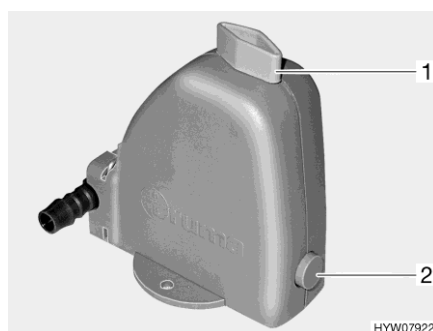

Fig. 53 Valvola di sicurezza/di scarico
Il riscaldamento è dotato di una valvola di sicurezza/di scarico (Fig. 53). La valvola di sicurezza/di scarico impedisce che l'acqua per la preparazione dell'acqua calda congeli in presenza di basse temperature esterne, quando il riscaldamento non è acceso.
- Chiudere la valvola di sicurezza/di scarico. A tal fine ruotare la manopola (Fig. 53,1) verticalmente rispetto alla valvola di sicurezza/di scarico e premere verso l'interno il bottone automatico (Fig. 53,2).
- Aprire la valvola di sicurezza/di scarico. A tal fine ruotare la manopola (Fig. 53,1) nel senso della lunghezza della valvola di sicurezza/di scarico. Il bottone automatico (Fig. 53,2) scatta all'infuori. Il serbatoio dell'acqua sanitaria viene svuotato verso l'esterno tramite la valvola di sicurezza/di scarico.